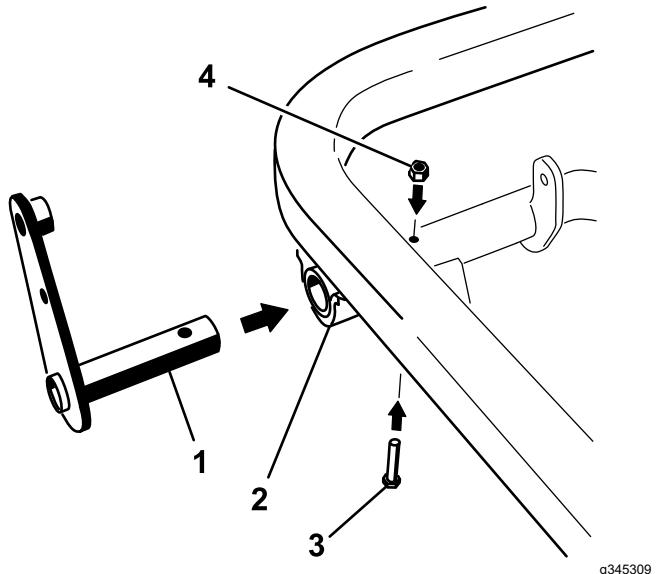

Рисунок 13
- Вставьте стойку на узле рычага в левый конец шарнирной трубы и закрепите его болтом (5/16 x 2 дюйма) и контргайкой (5/16 дюйма) через шарнирную трубу (Рисунок 13).
3. Затяните средний болт шарнира (поз. 4 на Рисунок 13) с моментом 20 – 25 Н·м.